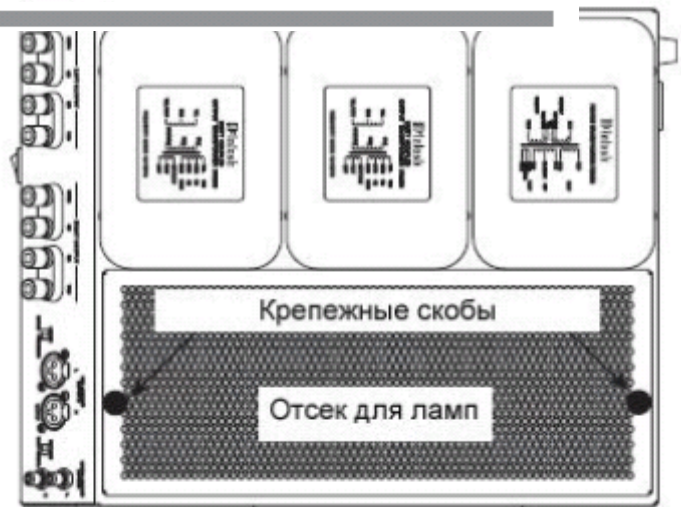
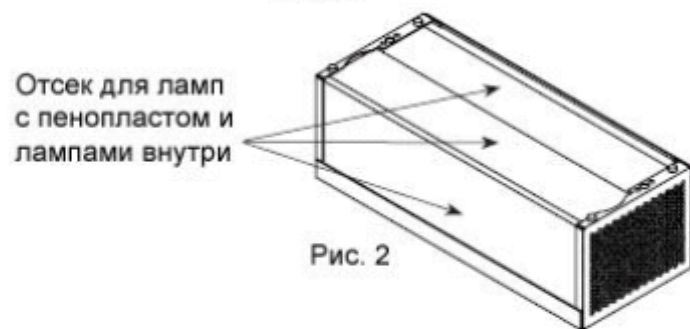

Рис. 1
Рис. 2
2. Отсоедините отсек для ламп от корпуса прибора, потянув за обе его стороны. См. рис. 1
3. Переверните отсек для ламп сверху вниз, чтобы можно было извлечь пенопласт. См. рис. 2
Осторожно удалите изоляционное покрытие с концов проводов. См. рис. 1, рис. 2, рис. 3.